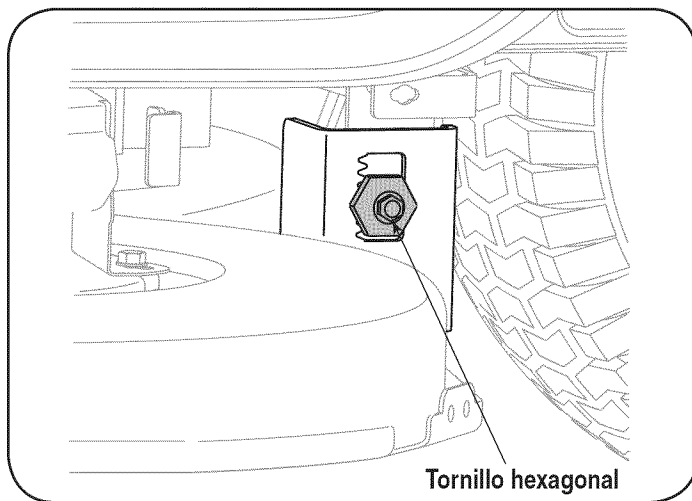

Figure 49
3. Afloje, pero no lo quite, el tornillo hexagonal de la izquierda soporte de la cubierta de colgar. Véase la Figure 49.